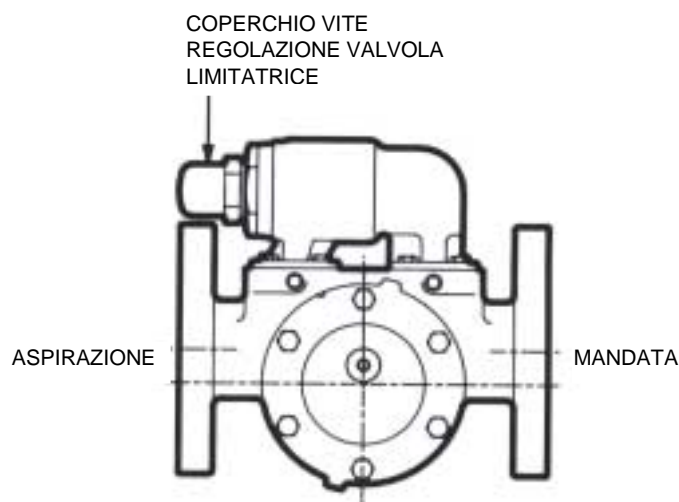

FIGURA 4
4. Il coperchio a vite di regolazione della valvola limitatrice di pressione deve essere *sempre* posizionato verso la parte aspirante della pompa. Vedere Figura 4. Quando si inverte il senso di rotazione della pompa, rimuovere la valvola limitatrice ed invertire l'orientamento (vedere prima **Rotazione Pompa** a pagina 10 per i passaggi ulteriori richiesti per il corretto funzionamento).